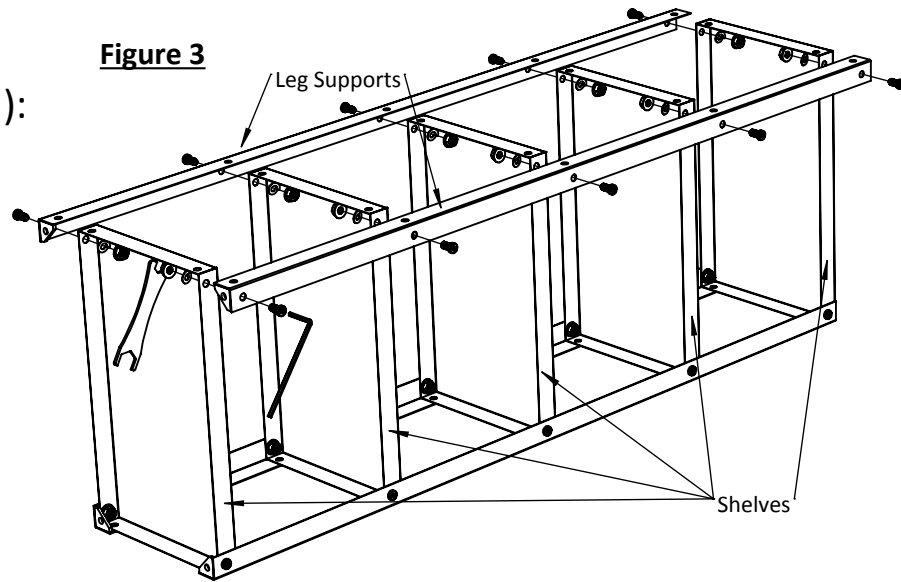

Figure 4
10. Attach a Wheel and a Large Spring Washer to the bottom of the Leg Support. **Figure 4**
10. Attachez une roue et une grande rondelle à ressort au bas du soutien de pied. **Figure 4**